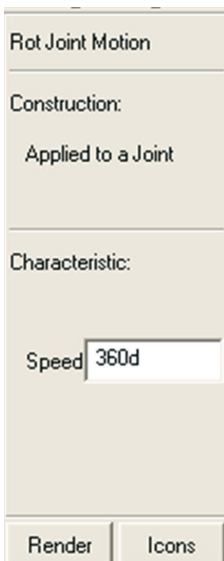

Figura 3.17 – Definindo a velocidade de rotação da came.
- Na parte inferior desta caixa de diálogo, defina a velocidade de rotação no campo *Speed* como sendo 360d (onde *d* se refere a *degrees*), a qual corresponde a 360°/s (Figura 3.17).